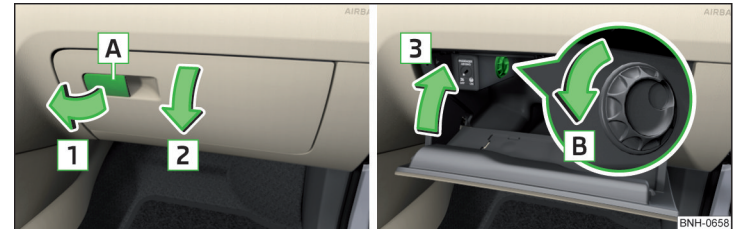

Abb. 77 Ablagefach öffnen / Ablagefach schließen und Luftzufuhr öffnen
- Zum **Öffnen** den Griff **A** in Pfeilrichtung **1** ziehen und den Deckel in Pfeilrichtung **2** klappen » Abb. 77.
- Zum **Öffnen** den Drehregler in Pfeilrichtung **B** bis zum Anschlag drehen » Abb. 77.